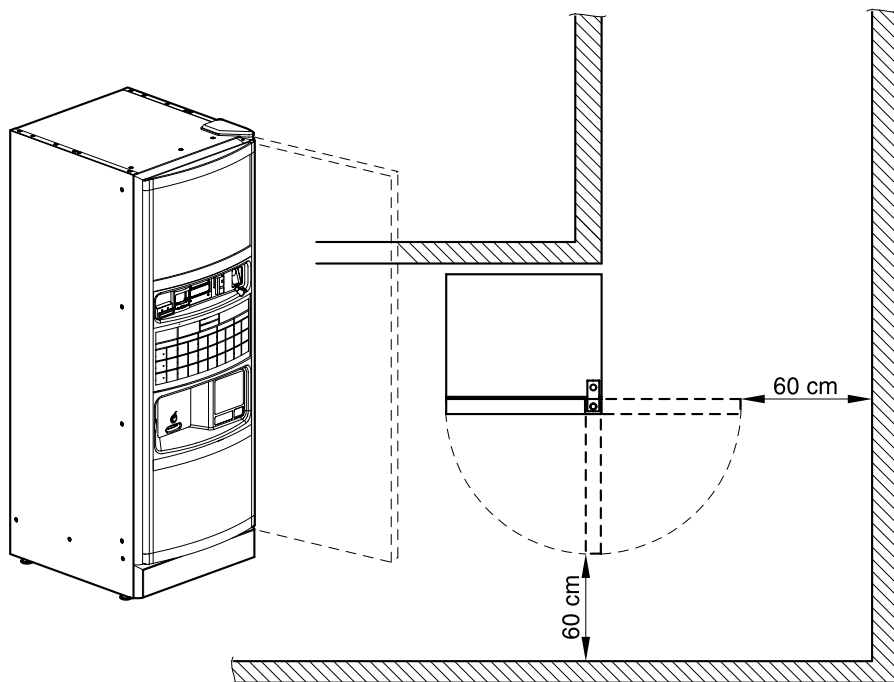

Fig. 4.1
- Instalar cerca de la pared, con una distancia mínima de 5 cm (Fig.4.1), para permitir la ventilación. En ningún caso cubrir el distribuidor con un trapo o similar.
En caso de instalar la máquina cerca de una salida de emergencia, asegurarse de que con el distribuidor abierto haya espacio suficiente para el paso (Fig.4.1).